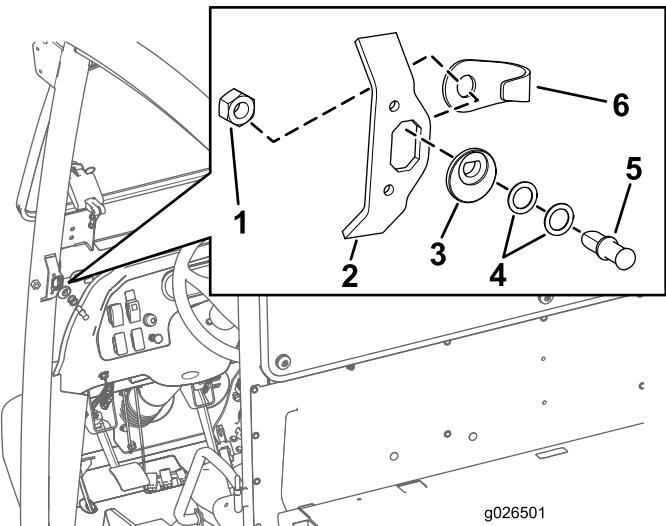

Bild 5
- Fluchten Sie die Arretierbolzenocke an der in Bild 5 abgebildeten Stelle mit der Öffnung in der Gegenplatte aus.
- Stecken Sie den Arretierbolzen (zuerst ohne die Scheiben) in die Arretierbolzenocke (Bild 5).
- Fluchten Sie die Stiftschutzvorrichtung und die Sechskantmutter (7/16") mit der Rückseite der Öffnung an der Gegenplatte aus (Bild 5).
- Ziehen Sie die Sechskantmutter (7/16") auf dem Arretierbolzen so an, dass er mit den Fingern angezogen ist (Bild 5).